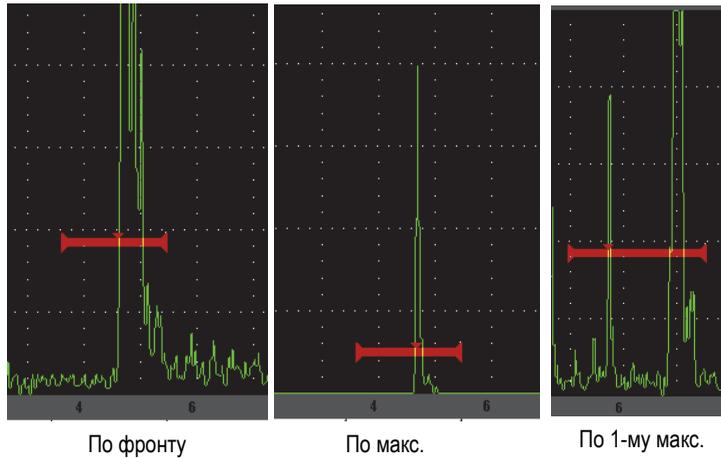

Рис. 2-11 Измерения в режимах Edge (Фронт), Peak (Макс.) и 1stPeak (1-ый макс.)
- **Peak** (Макс.): Измерение максимума сигнала в стробированном участке (не обязательно должен пересекать порог строба) [см. Рис. 2-11 на стр. 49].
- **1stPeak** (Первый макс.): Измерение первого максимума сигнала, пересекшего порог строба (уровень) [см. Рис. 2-11 на стр. 49].
- **Edge** (Фронт): Измерение в первой точке пересечения строба эхо-сигналом (см. Рис. 2-11 на стр. 49).